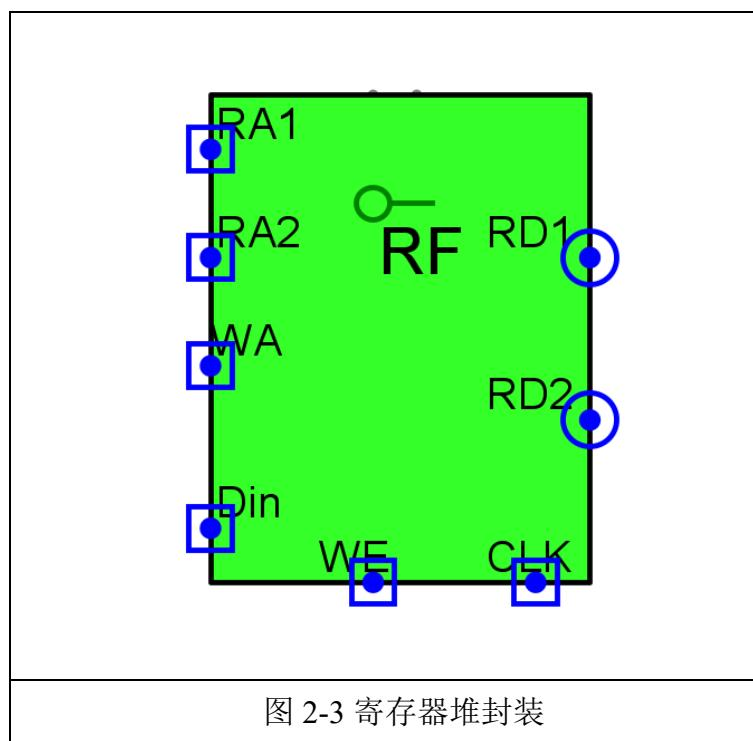

图 2-3 寄存器堆封装
(5)为了能在后续实验中直接使用该寄存器堆模块, 请按照表 2-1 给出的引脚图进行设计, 不要改变灰框内的引脚、隧道的名称, 该电路已经进行了封装如图 2-3 所示。